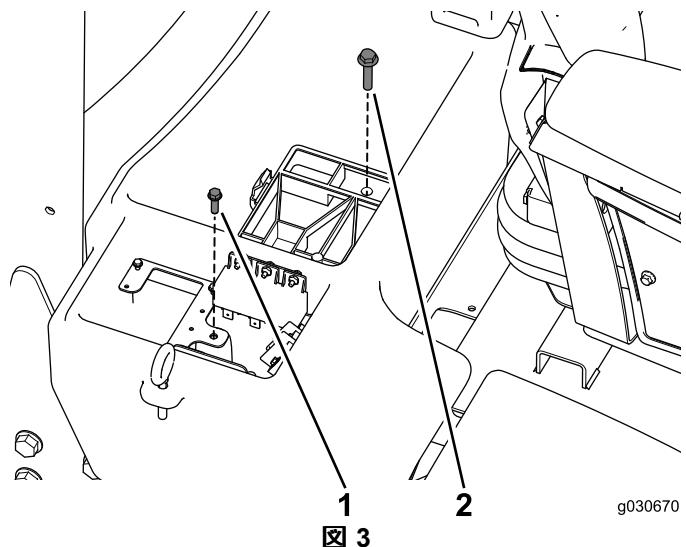

図3
4. ワイヤハーネスプレートを固定しているねじと、バッテリーコンパートメント図3を固定しているボルトを外して保管する。